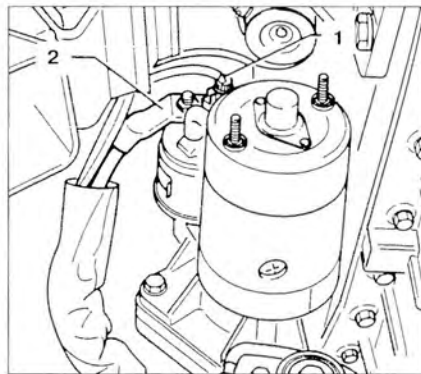

Рис. 9.7. Отсоедините разъем проводки (стрелка) от клеммы 50.
12. Отсоедините разъем проводки (стрелка) от клеммы 50 (рис. 9.7). Отсоедините провод от клеммы 30 втягивающего реле **2**.